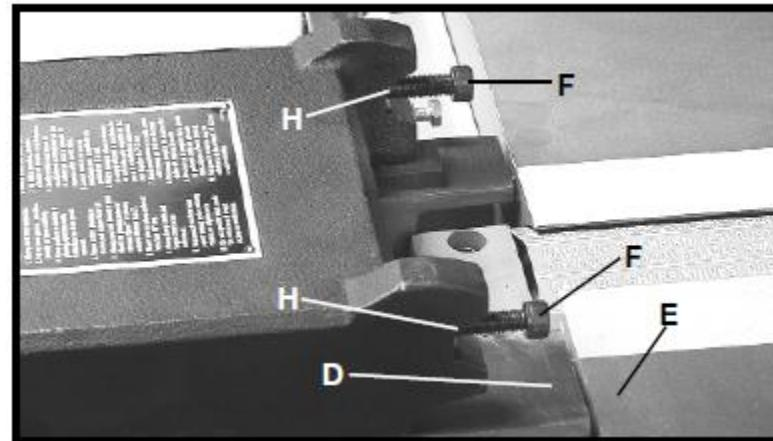
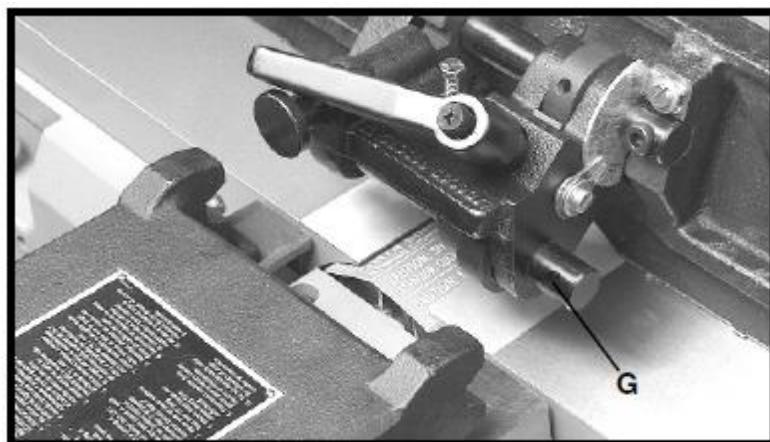

Рис. 9
Рис. 10
**ПРИМЕЧАНИЕ: ВЕРХНЯЯ ПОВЕРХНОСТЬ (D), РИС. 9, УЗЛА КАРЕТКИ ПАРАЛЛЕЛЬНОГО УПОРА ДОЛЖНА БЫТЬ НА ОДНОМ УРОВНЕ С ВЕРХНЕЙ ПОВЕРХНОСТИ (E) ВЫВОДНОГО СТОЛА.**
1. Вывернуть два винта с шестигранным шлицем M8 x 1,25-30 (F), рис. 9.
2. Совместить два отверстия, одно из которых показано в поз. (G), рис. 10, в параллельном упоре с двумя отверстиями (H), рис. 9, в узле каретки параллельного упора. Вставить винт в отверстие параллельного упора и ввернуть винт в резьбовое отверстие узла каретки параллельного упора и надёжно затянуть шестигранным ключом 6 мм. Повторить данную операцию в другом отверстии в параллельном упоре и узле каретки параллельного упора.